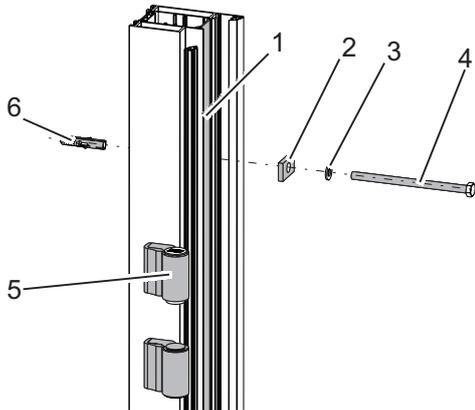
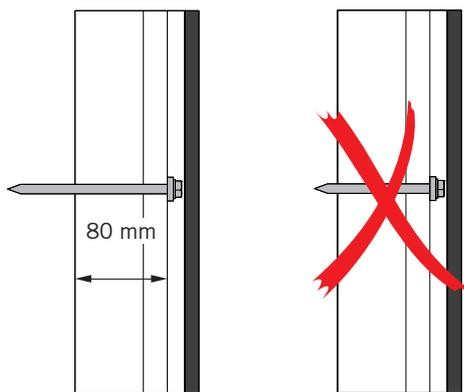

Fig. 10: Pose du profilé de raccordement mural
Fig. 11: Longueur de vis
Avec les portes à simple action, des perçages pour la fixation murale doivent être, le cas échéant, pratiqués à proximité des paumelles (Fig. 10/5).
2. Percer dans le mur quatre trous, répartis sur le profilé de raccordement mural, et centrés dans le profilé plastique (Fig. 10/1). Observer les indications du fabricant de chevilles.
3. Utiliser des chevilles (Fig. 10/6) ou équivalentes en fonction de l'état du gros œuvre.
4. Placer les plaques (Fig. 10/2).
5. Fixer les profilés de raccordement mural avec des vis (Fig. 10/4 et Fig. 11) et des rondelles appropriées (Fig. 10/3).